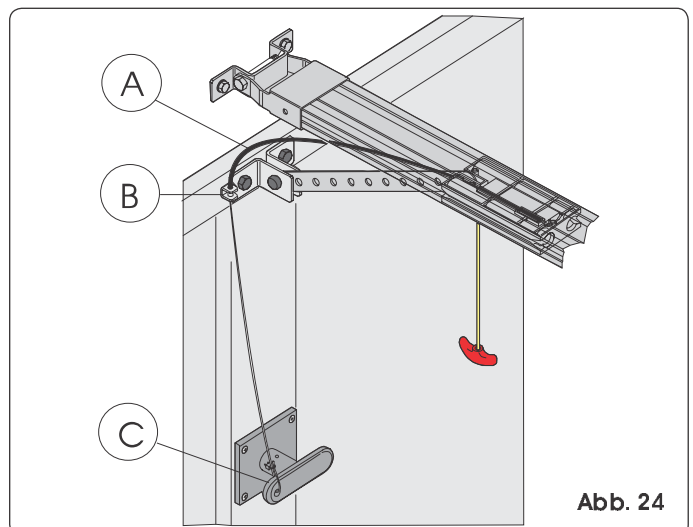

Abb. 24
- 1) Die Ummantlung des Drahts auf Maß abschneiden (Abb. 24 Bez. A).
- 2) Den Draht in die Ummantlung einführen und durch die entsprechende Öse der Befestigung am Tor ziehen (Abb. 24 Bez. B).
- 3) Den Draht auf Maß abschneiden und am internen Hebel des Entriegelungsknaufs befestigen (Abb. 24 Bez. C).